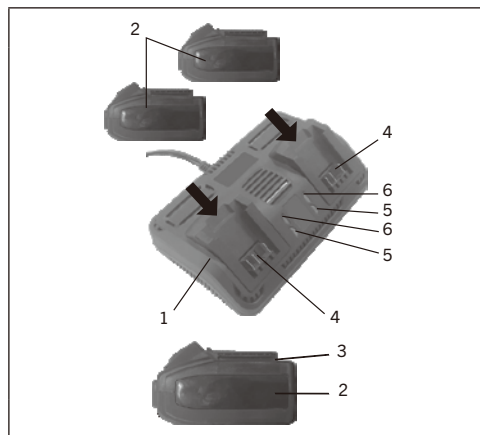

FIG. 1
1. Placez le chargeur de batterie (1) dans un endroit sec à proximité d'une prise électrique 110-120 V 60 Hz (Fig. 1)